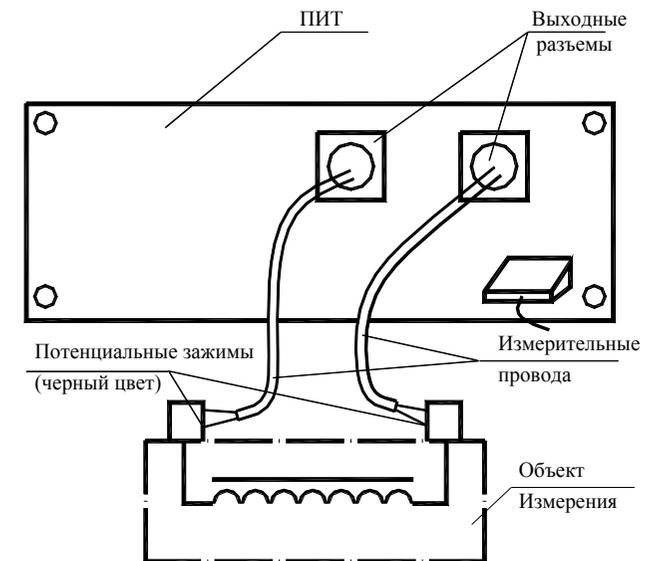

Рис. 1
7.1 Подключить измерительные провода к разъемам, расположенным на задней панели прибора и к объекту измерения согласно рис. 1.